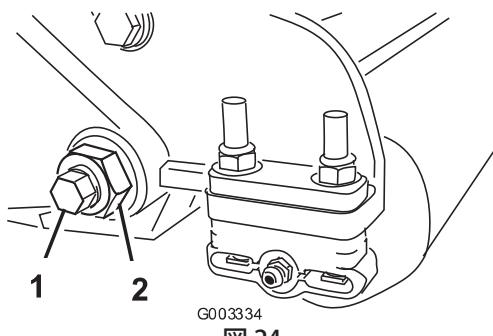
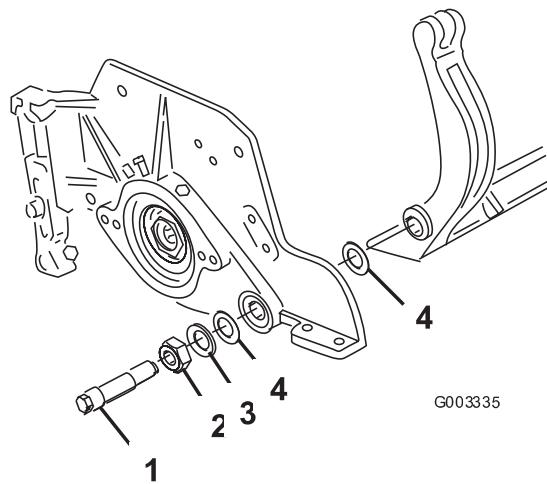

図 24
図 25
- ベッド・バー・ボルトを固定しているロックナット（機体両側）をゆるめる（図24）。
- 各ベッド・バー・ボルトを抜いてベッド・バーを下に引き抜いて外す（図24）。ベッド・バーの両端にそれぞれナイロン・ワッシャ2枚とスチール・ワッシャが1枚ずつあるので注意する（図25）。
- ベッド・バー・ボルト（とボルトについているナット）とワッシャ6枚で、ベッド・バーを各サイド・プレートに固定する。ナイロン・ワッシャはサイド・プレートの両側のボスに嵌め込む。その外側からスチール製ワッシャを取り付ける（図25）。ベッドバー・ボルトを3.7~4.6 kg.m にトルク締めし、外側のスチール製ワッシャの遊びがなくなつて回らなくなっているが、サイドプレートを変形させるほどには締めすぎていない程度に、ロックナットを締め付ける。内側のワッシャには遊びがついてよい。